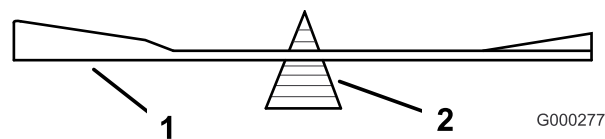
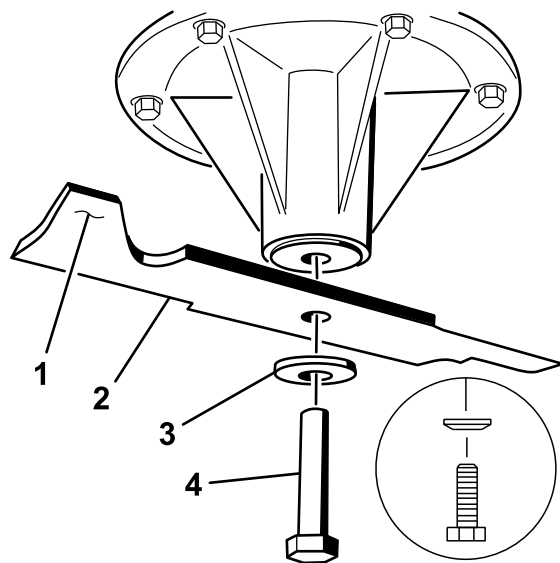

Figura 96
Figura 97
1. Instale la cuchilla en el eje (Figura 97).
2. Instale la arandela de muelle y el perno de la cuchilla. El cono de la arandela de muelle debe estar orientado hacia la cabeza del perno (Figura 97). Apriete el perno de la cuchilla a 115–150 Nm (85–110 pies-libra).
2. Verifique el equilibrio de la cuchilla colocándola sobre un equilibrador de cuchillas (Figura 96). Si la cuchilla se mantiene horizontal, está equilibrada y puede utilizarse. Si la cuchilla no está equilibrada, rebaje algo el metal en la parte de la vela solamente (Figura 97). Repita este procedimiento hasta que la cuchilla esté equilibrada.